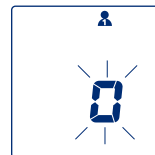

Imagen 2
- Una vez que el dispositivo se haya ajustado respecto a la presión del aire ambiental (imagen 2), comenzará el proceso de inflado controlado de forma automática. El manguito se inflará lentamente durante el proceso de medición.